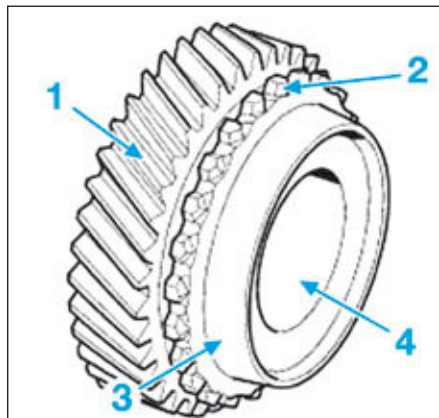

FIG.20
- Vérifier que (Fig.20) :
- les dents (1) ne sont ni cassées, ni ébréchées.
- les crabots (2) ne sont cassés, ni ébréchés, ni usés.
- le cône de friction (3) ne présente pas de rayure ou de bleuissement.
- la paroi interne (4) ne présente pas de trace de grippage ou d'usure.